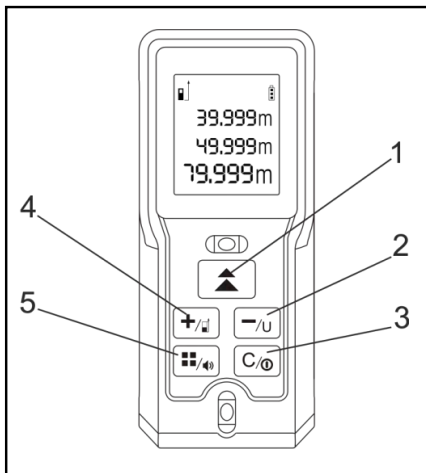

Рис. 1 Дальномер
По умолчанию измерения ведутся от задней кромки устройства. Для изменения точки начала измерений нажимайте кнопку №4 (Рис. 1).
Для удаления с экрана отображаемого измерения нажмите кнопку №3 (Рис. 1).
По умолчанию измерения ведутся в метрах. Вы можете изменить единицы измерения путем длительного нажатия на кнопку №2 (Рис. 1).
3. Включите устройство, нажав на кнопку №1 (Рис. 1).
При включенном устройстве нажмите кнопку №1 (Рис.1) для проведения измерения расстояния до точки. Измеренное расстояние отобразится на дисплее.
Нажмите и удерживайте кнопку №1 (Рис. 1), для включения режима
Нажмите кнопку №5 (Рис.1) для изменения режима вычисления. Выберите нужный режим исходя из пиктограммы на дисплее.
1) Результаты измерений сохраняются автоматически. Для просмотра сохраненных измерений нажмите и удерживайте кнопку №5 (Рис. 1) до появления соответствующей пиктограммы на дисплее.